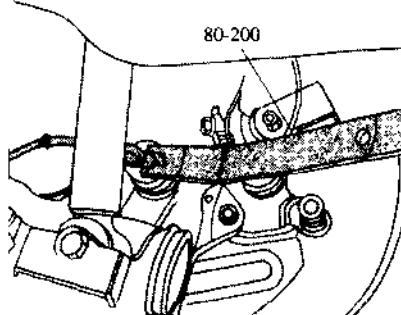

图 7.38 从车轮轴承总成上撬出转速传感器
⑤ 拆下转速传感器卡夹。
⑥ 如图 7.38 所示, 用专用工具 80-200 从车轮轴承总成上撬出转速传感器。
(2) 安装转速传感器。
- ① 举升轿车。
- ② 如图 7.38 所示，用专用工具 80-200 从车轮轴承总成中撬出转速传感器。
- ③ 通过车轮轴承壳体上的孔，检查转子是否脏污或损坏。
- ④ 如果转子损坏或脏污，将其与车轮轴承总成一同更换。
- ⑤ 安装 ABS 转速传感器。
- ⑥ 注意安装位置。
- (4) 拆卸转子（前轮驱动车型）。